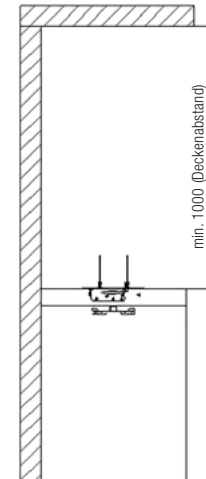
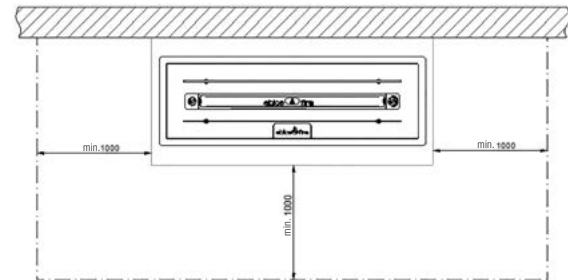

Abb. 15 Mindestabstand Deckel
Abb. 16 Mindestabstände zu brennbaren Bauteilen
- Zu seitlichen brennbaren Bauteilen, Möbeln, Dekorationen oder Vorhängen ist ein Mindestabstand von 1000 mm (siehe Abb. 16) einzuhalten, um ausreichend Wärmeschutz zu gewährleisten! Oberhalb des ebios-fire-Möbel, bis zur Zimmerdecke (Deckenabstand >1000 mm), dürfen sich keine Gegenstände befinden (siehe Abb. 15)!